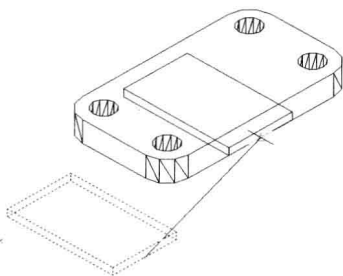

图 9-6-3
(5) 单击状态栏中的“正交”按钮，启动正交模式。选择菜单命令“绘图/建模/长方体”，单击确定一个角点；命令行提示“指定角点或[立方体(C)/长度(L)]”，输入“l”，按Enter键；输入长度值“108”，按Enter键；输入宽度值“180”，按Enter键；输入高度值“12”，按Enter键，创建一个长方体。
(6) 在“修改”面板中单击“移动”按钮, 单击长方体, 按 Enter 键。捕捉并单击长方体底边的中点, 再捕捉并单击拉伸实体底边的中点, 如图 9-6-3 所示, 将两实体底边中点对齐。